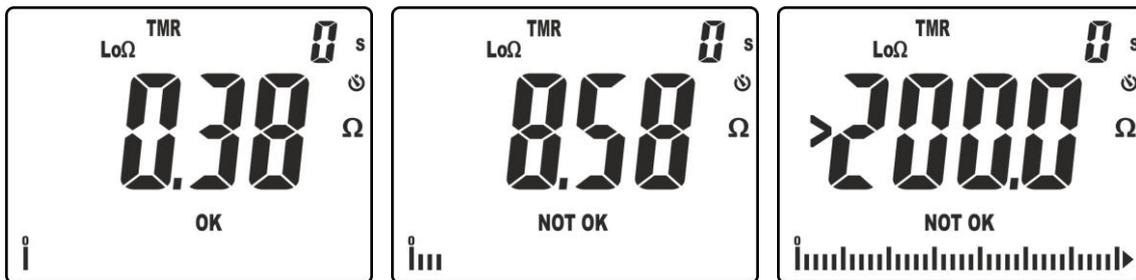

Fig. 31: Risultati della misura di continuità in modo TMR
10. Nella videata di Fig. 31 – parte sinistra è presente un risultato positivo del test "OK" (valore minore della soglia impostata e corrente di prova  $>200\text{mA}$ ). Nella videata di Fig. 31– parte centrale è presente un risultato negativo del test "NOT OK" (valore superiore alla soglia impostata e corrente di prova  $<200\text{mA}$ ). Nella videata di Fig. 31 – parte destra è presente risultato negativo "NOT OK" corrispondente al fuori scala (simbolo " $>200.0$ ")